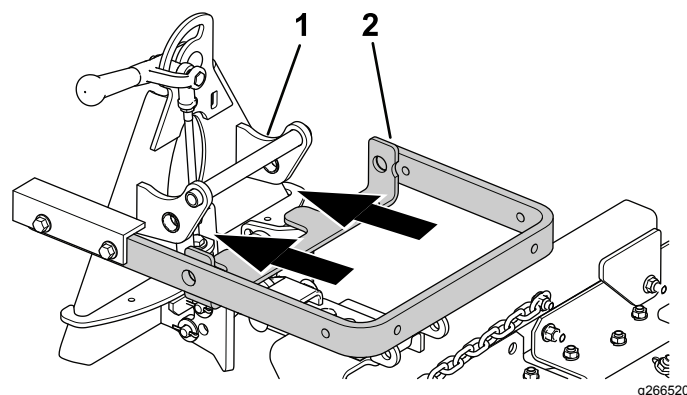
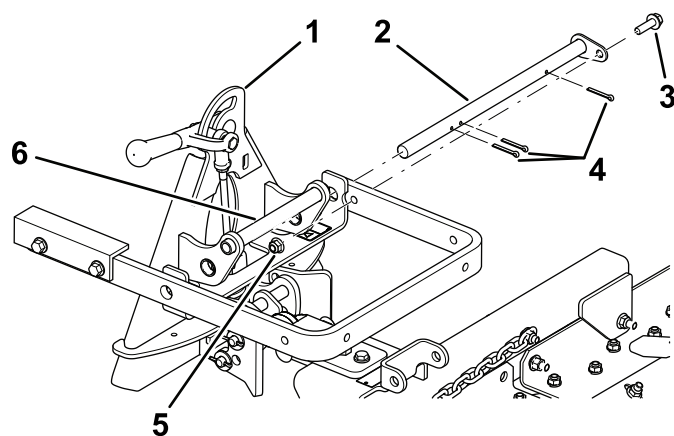

図 4
図 5
- 昇降アームを、アタッチメントアダプタのブラケットに整列させ図4、ピボットバーを使って、図5のように接続する。
**注** アタッチメントアダプタを動かす時には、アダプタの後部についているハンドルを使ってください図4。
- ピボットバー図5を固定するコッターピン3本とボルト  $\frac{3}{8}$  x  $1\frac{1}{4}$ " とロックナット  $\frac{3}{8}$ " を使用。